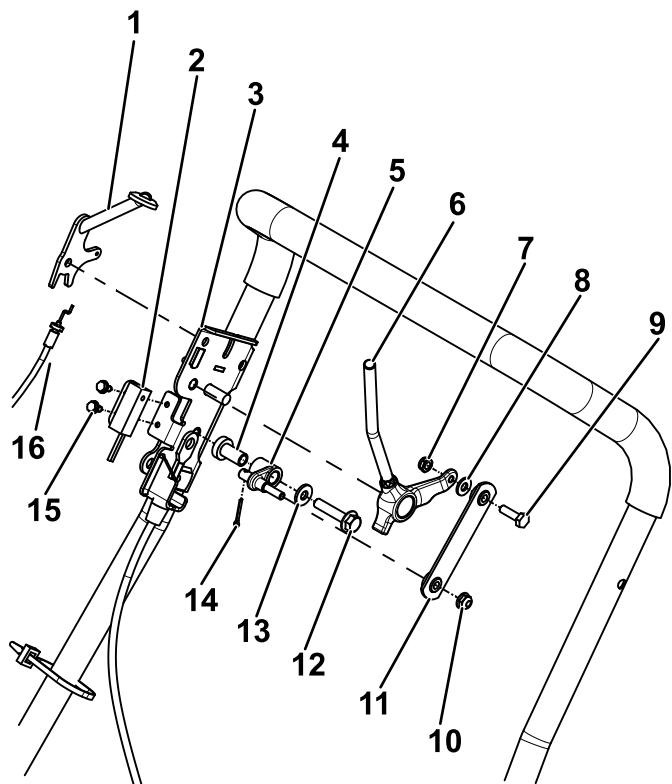

Рисунок 7
8. Установите кронштейн тяги на рукоятку, используя ранее снятые крепежные детали (Рисунок 7).
9. Установите рычаг тяги, шарнир и звено, используя крепежные детали, входящие в данный комплект (Рисунок 7).
10. Установите бесконтактный переключатель, используя ранее снятые крепежные детали (Рисунок 7).
13. Установите рычаг дроссельной заслонки, используя ранее снятые крепежные детали (Рисунок 7).